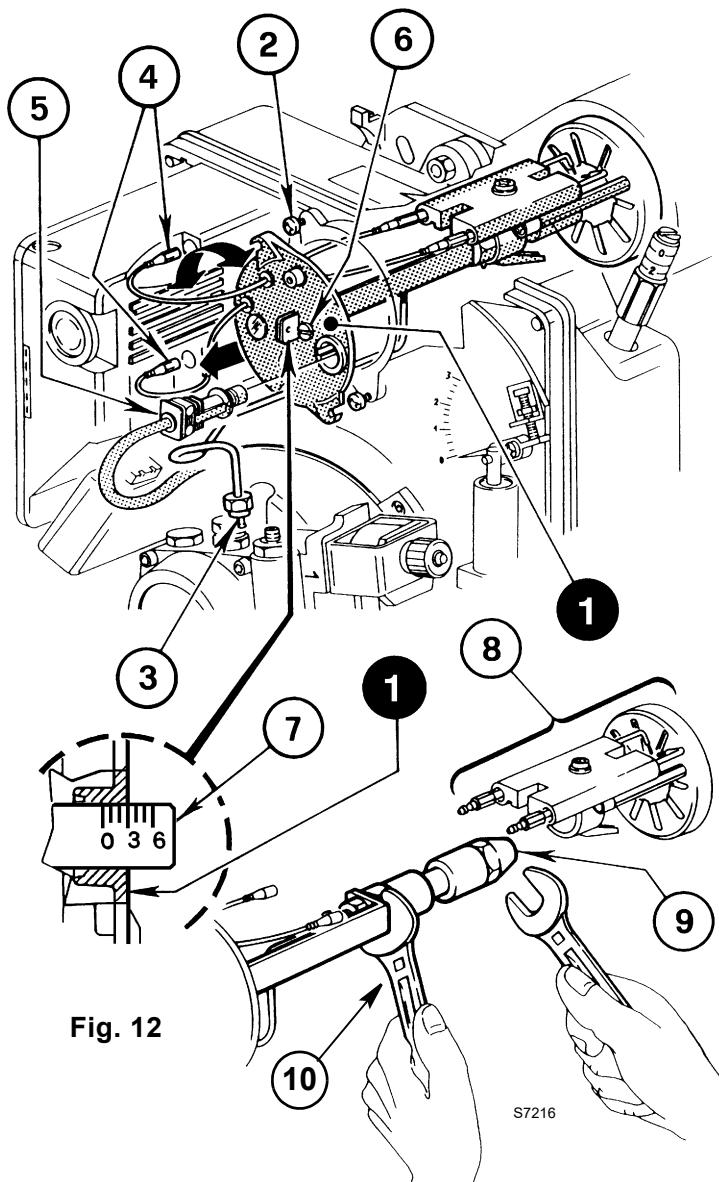

Fig. 12
B Fig. 12
4.3 REGOLAZIONE TESTA (Fig. 12)